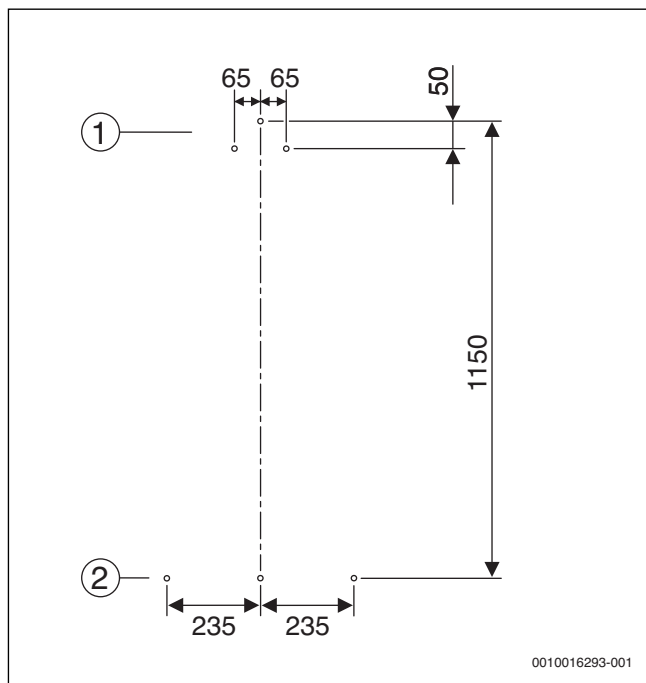

Bild 25 Maße für Bohrlöcher
- Bohrlöcher nach Bild 25 an Wand anzeichnen.